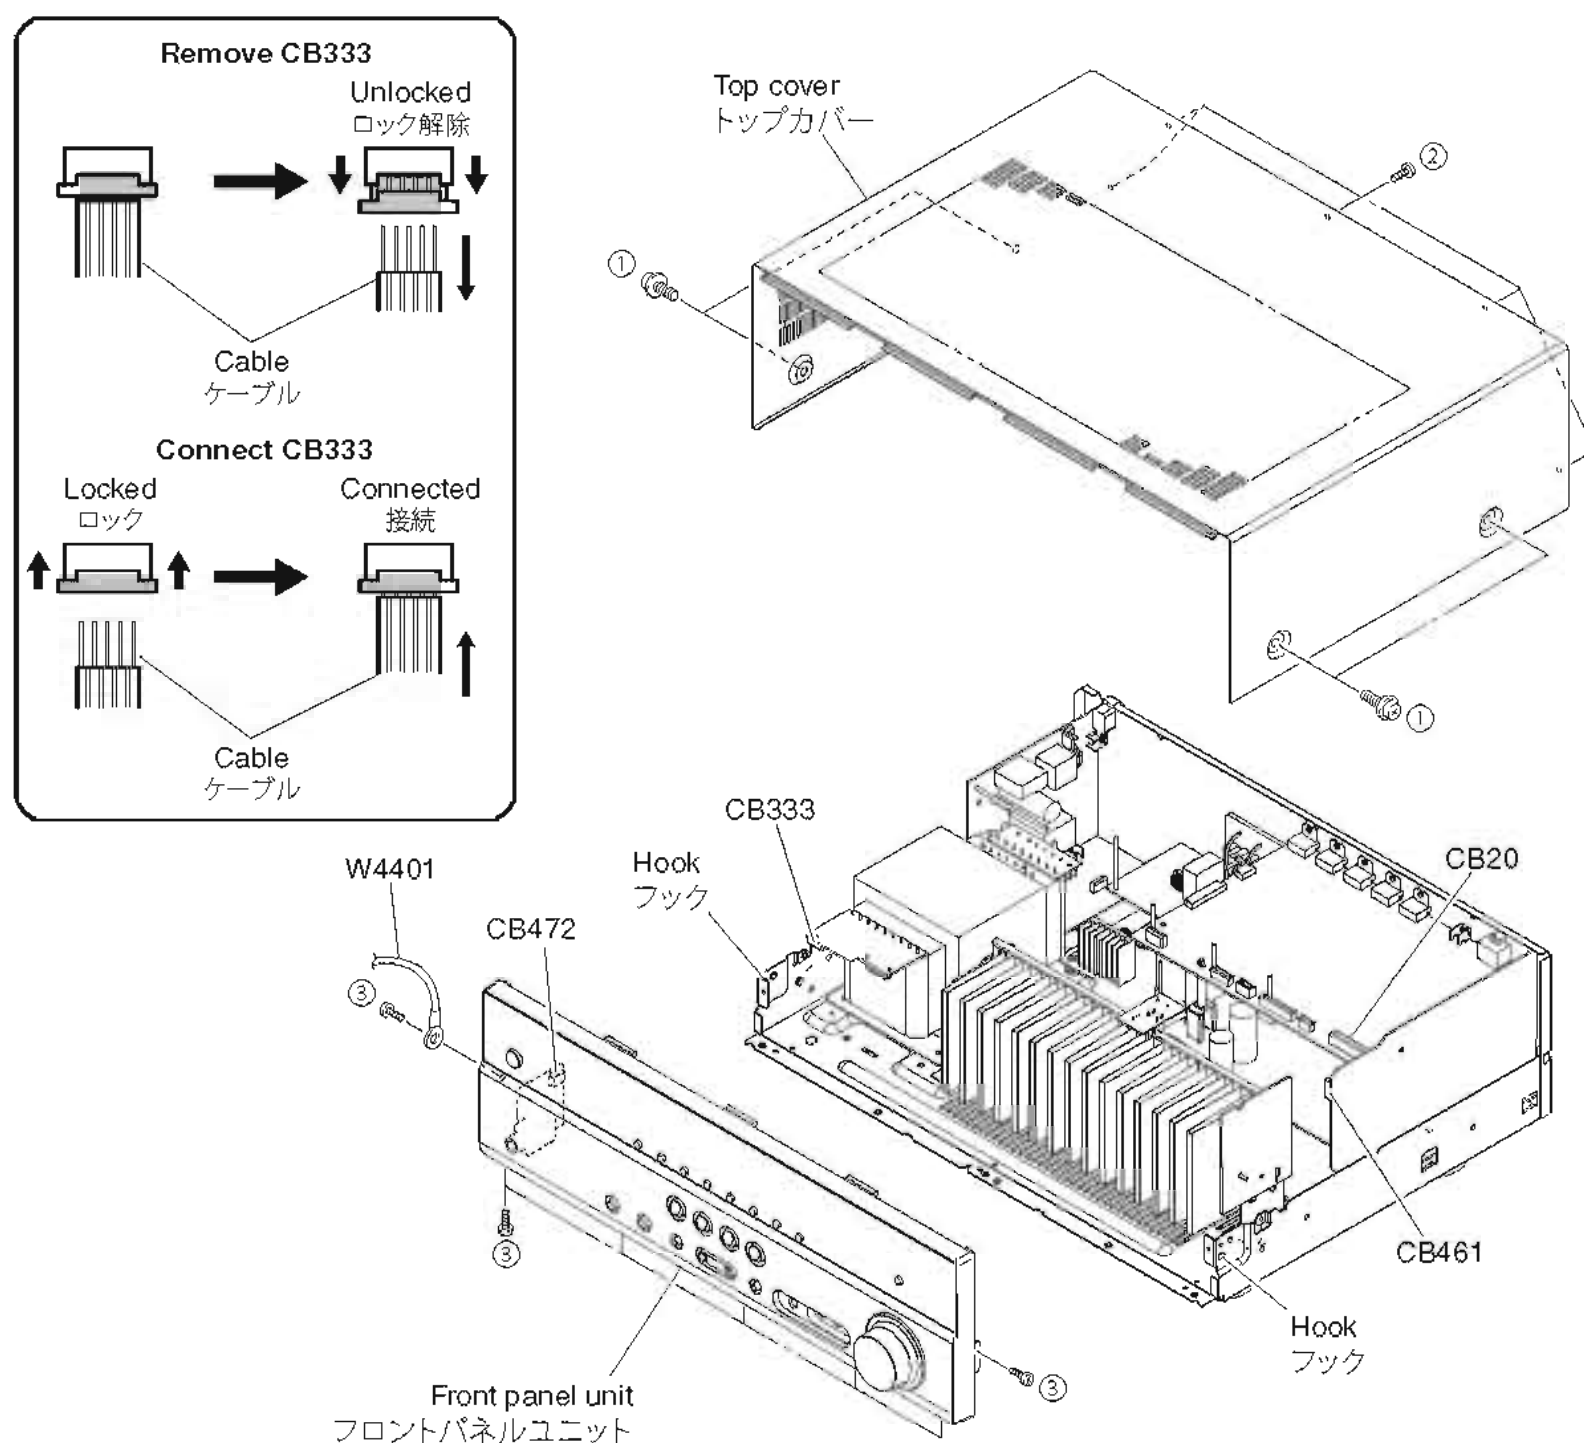

Fig. 1
- Remove 4 screws (①) and 5 screws (②). (Fig. 1)
- Slide the top cover rearward to remove it. (Fig. 1)
- ①のネジ4本、②のネジ5本を外します。(Fig. 1)
- トップカバーを後方へスライドさせ、取り外します。(Fig. 1)
- Remove 7 screws (③), and remove W4401. (Fig. 1)
- Remove CB20, CB461 and CB472. (Fig. 1)
- Unlock and remove CB333. (Fig. 1)
- Release 2 hooks on both ends and remove the front panel unit. (Fig. 1)
- ③のネジ7本を外し、W4401を取り外します。(Fig. 1)
- CB20、CB461、CB472を外します。(Fig. 1)
- ロックを外し、CB333を外します。(Fig. 1)
- フック2箇所を外し、フロントパネルユニットを取り外します。(Fig. 1)